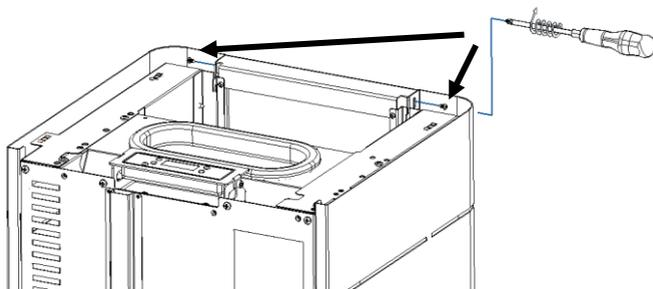

Figura 38 - Fijación de las envolventes laterales
d) Atornille los laterales al frontal como se muestra en la Figura 38 (utilice 2 tornillos A)